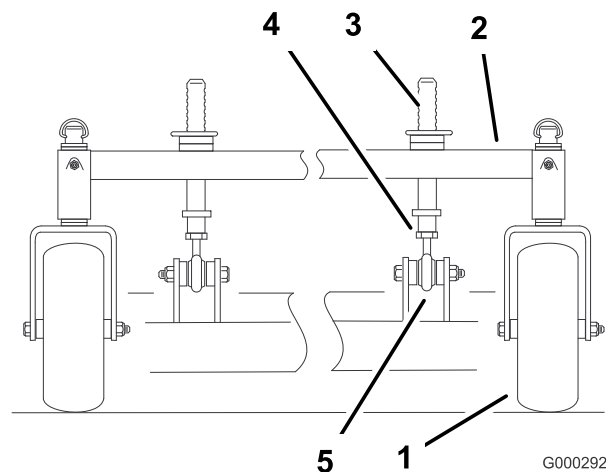

Figura 59
1. Para cambiar la inclinación longitudinal, pueden ajustarse los pilares delanteros de ajuste de altura de corte (Figura 59).
2. Para elevar la parte delantera de la plataforma, afloje la contratuerca y haga girar el pilar delantero en el sentido de las agujas del reloj (Figura 59).
3. Para bajar la parte delantera de la plataforma, afloje la contratuerca y haga girar el pilar delantero en el sentido contrario de las agujas del reloj (Figura 59).
6. Apriete las contratuercas (Figura 59).